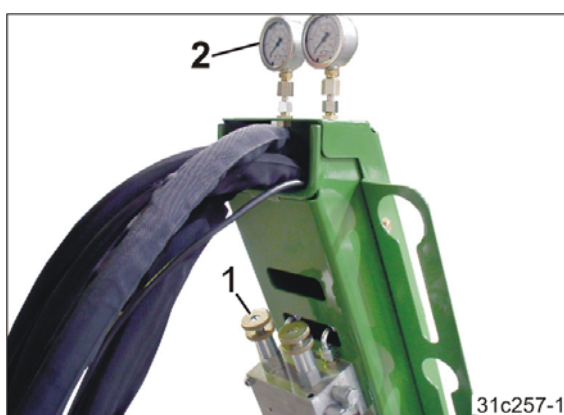

Рис. 110
- крана (Рис. 110/1) или
- по манометру (Рис. 110/2)
Показания манометра (Рис. 110/2) не будут постоянными до тех пор, пока вентилятор (система распределения) не войдет в режим работы с постоянной частотой вращения.